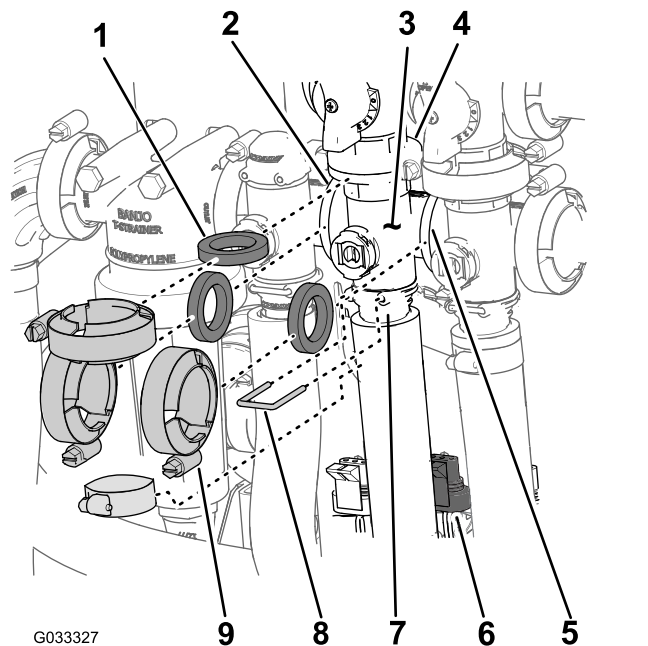

图64
1. 取下将搅拌阀歧管（图64）固定至搅拌旁通阀、喷洒率控制阀、主喷洒臂阀以及安装座接头（搅拌节流阀）的夹具和垫片。
2. 拆下将出口接头固定至搅拌阀歧管的卡环（图64）。